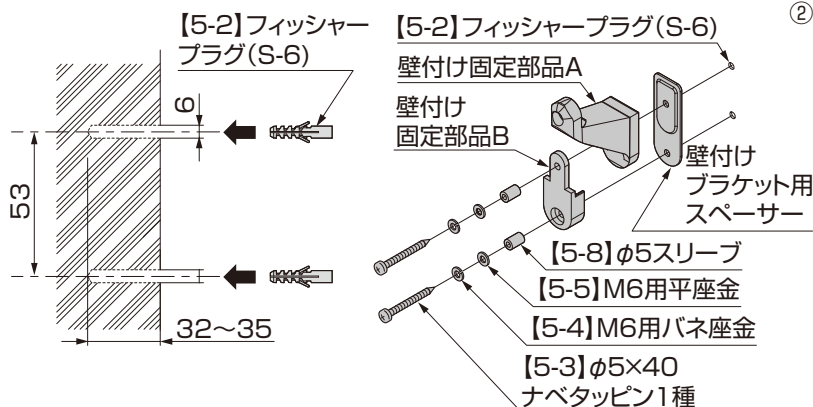

図1-1
- ①壁にφ6深さ32mm～35mmの下穴をあけて、【5-2】を挿入してください。(図1-1参照)